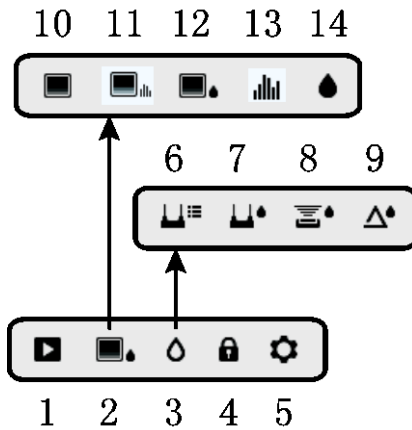

Fig. 4-2 Icônes du menu
La structure du menu est illustrée ci-dessous, les éléments du menu sont présentés en détail dans les sections suivantes de ce manuel d'utilisation. Le bouton Sélection central et les quatre (4) boutons de navigation permettent d'accéder et de programmer les modes de fonctionnement disponibles dans les menus. Reportez-vous à la Fig. 4-2.
Les icônes 1 à 5 de la Fig. 4-2 composent le **Menu principal**. Appuyez sur le bouton Sélection pour ouvrir le menu principal :
Les icônes 6 à 9 de la Fig. 4-2 sont disponibles dans le **Menu du mode Humidité**. Appuyez sur l'icône 3 pour afficher ces modes Humidité. Un point bleu s'affiche à gauche de l'icône de mesure avec sonde (7) ou de l'icône de mesure sans contact (8), selon le mode sélectionné.
Les icônes 10 à 14 de la Fig. 4-2 sont disponibles dans le **Menu du mode Image**. Appuyez sur l'icône 2 pour afficher le menu du mode Image.